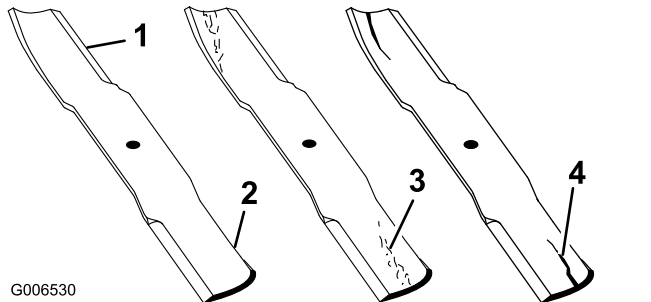

Figura 44
1. Inspeccione los filos de corte (Figura 44). Si los bordes no están afilados o tienen muescas, retire las cuchillas y afílelas; consulte Afilado de las cuchillas (página 43).
2. Inspeccione las cuchillas, especialmente la parte curva (Figura 44). Si observa daños, desgaste o la formación de una ranura en esta zona (Figura 44, 3 o 4), instale inmediatamente una cuchilla nueva.